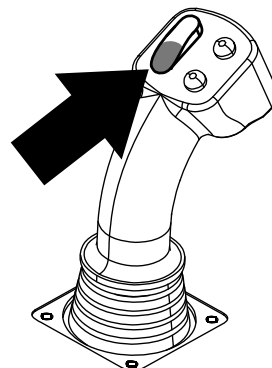
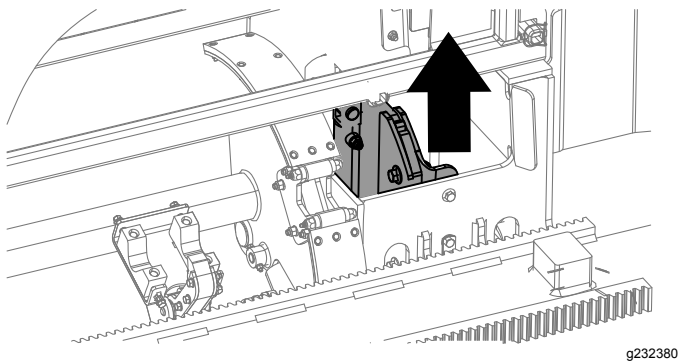

Figure 21
Figure 22
11. Maintenez le bas de l'interrupteur à bascule enfoncé (Figure 21) jusqu'à ce que l'élévateur replace la tige dans le porte-tiges et que la came revienne à la position de repos (Figure 22).